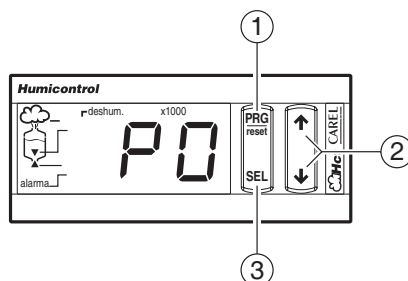

Fig. 7.2.1
1. pulse el botón PRG durante 5 segundos, hasta que aparezca el código P0, que representa el primer parámetro (ver Fig. 7.2.1);
1. press the PRG button for around 5 seconds until the code P0 appears, representing the first parameter (see Fig. 7.2.1);